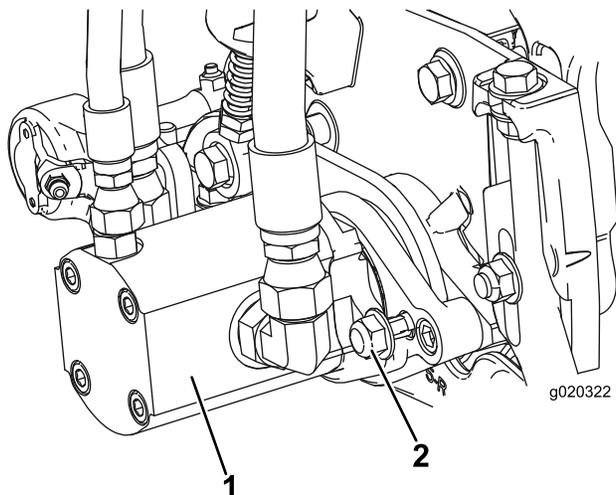

Figura 10
15. Instale o motor rodando-o no sentido dos ponteiros do relógio de forma que as flanges do motor se afastem das porcas de bloqueio (Figura 10). Rode o motor no sentido contrário aos ponteiros do relógio até que as flanges envolvam e apertem as porcas.